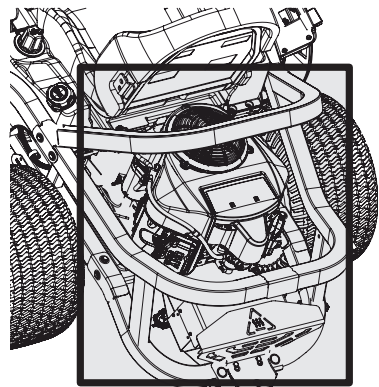

Figura 32
- Mantenga ambos lados de las ranuras de enfriamiento de la transmisión, el colector de escape, alrededor de los fusibles, todo el cableado y los arneses de cables, el tubo del silenciador, el protector del silenciador, los filtros de admisión del motor y las aletas de refrigeración, etc. libres de residuos de pasto y hojas. Consulte la Figura 32.